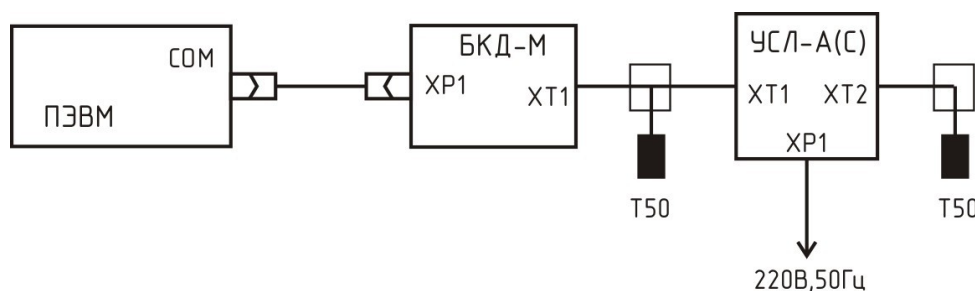

Рисунок 7 - Схема подключения для проверки
1) Подключить к выходу ИПЛ блока БКД-М соблюдая полярность блок УСЛ-А(С), а также терминаторы к выходам ИПЛ (рисунок 7).